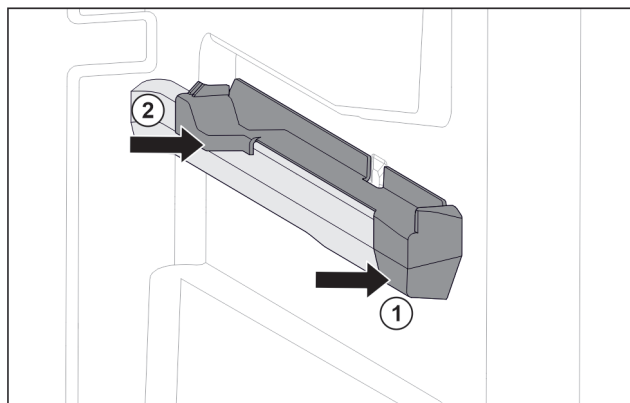

Fig. 196 Вставна частина на правому ребрі для резервуару
- Одягти вставну частину вперед на ребро резервуару. Fig. 196 (1)
- Притиснути вставну частину позаду. Fig. 196 (2)